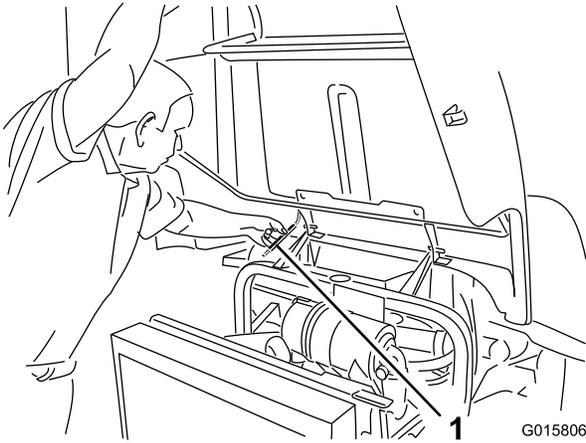

Figura 38
2. Sollevare il cofano fino a quando non è possibile posizionare l'asta di sostegno dietro il tubo del telaio (Figura 38).